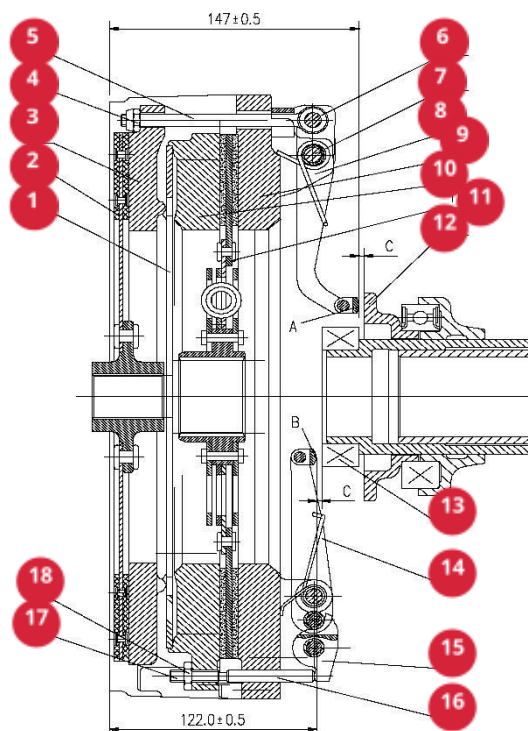

Рис. 4-19. Муфта сцепления
Чтобы обеспечить правильную работу сцепления, зазор между торцом В рычага выключения главной муфты сцепления и торцом выжимного подшипника 13 и зазор между торцом А рычага выключения муфты сцепления ВОМ 8 и диском выключения сцепления 12 должны составлять 2,0–2,5 мм (см. рис. 4-19). Свободный ход педали главной муфты сцепления и рычага муфты сцепления ВОМ должен составлять 25–35 мм и 40–60 мм соответственно. Данный зазор постепенно уменьшается в результате непрерывного естественного износа деталей при эксплуатации. По этой причине необходимо выполнять периодическую проверку и регулировку зазора.
Для регулировки можно использовать окно в нижней части картера трансмиссии (см. рис. 4-19).
1. Регулировка главной муфты сцепления (см. рис. 4-19): вращая ограничительный винт 17, отрегулируйте зазор между торцом В рычага выключения главной муфты сцепления 14 и выжимным подшипником до значения 2,0–2,5 мм, затем затяните гайку 18. Если используется этот метод регулировки, убедитесь, что торцы трех рычагов выключения главной муфты сцепления находятся в одной вертикальной плоскости. Отклонение при проверке пластинчатым щупом не должно превышать 0,2 мм.
2. Регулировка муфты сцепления VOM (см. рис. 4-19): ослабьте небольшую самостопорящуюся шестигранную гайку 4, отрегулируйте зазор между торцом А рычага выключения муфты сцепления VOM 8 и диском выключения муфты сцепления VOM 12 до значения 2,0–2,5 мм. Затем затяните небольшую самостопорящуюся шестигранную гайку 4. При регулировке убедитесь, что торцы трех рычагов выключения муфты сцепления VOM находятся в одной вертикальной плоскости. Отклонение при проверке пластинчатым щупом не должно превышать 0,2 мм.
Регулировка отдельных рычагов выполняется в соответствии с рис. 4-19. При установке муфты сцепления расстояние между торцом А рычага выключения главной муфты сцепления и секцией ведомого диска муфты сцепления ВОМ 2 должно составлять $(122 \pm 0,5)$ мм, а расстояние между торцом В рычага выключения муфты сцепления ВОМ 8 и секцией ведомого диска муфты сцепления ВОМ 2 должно быть $(147 \pm 0,5)$ мм.